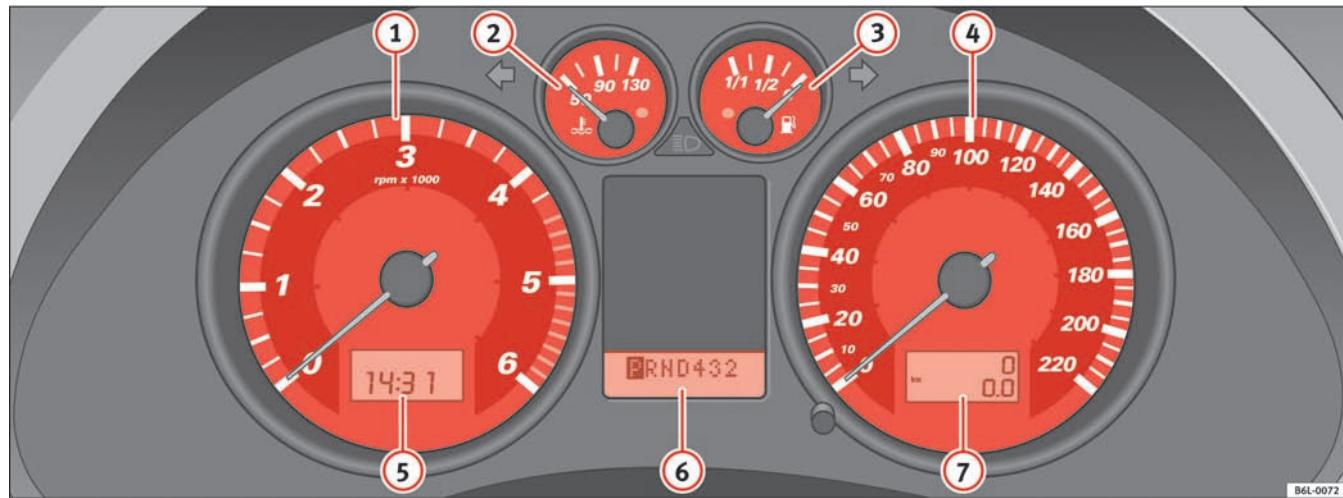

Fig. 31 Detalle del tablero de instrumentos: cuadro de instrumentos
El principio de la zona roja \Rightarrow página 56, fig. 31 ① indica el régimen máximo de revoluciones del motor funcionando a temperatura de servicio. Antes de alcanzar dicha zona se debe cambiar a una marcha más larga, colocar la palanca selectora en D o levantar el pie del acelerador.
- Para ajustar las horas, gire el botón **⇒ página 56, fig. 31 5** hacia la izquierda hasta el tope. Si gira el botón brevemente hacia la izquierda, se avanza una hora.